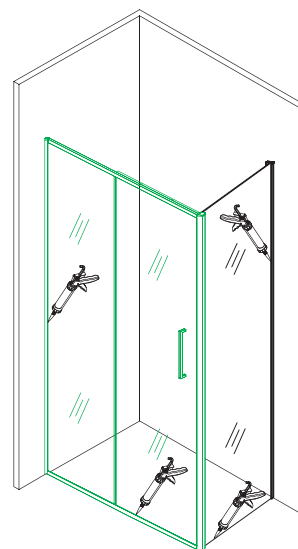

Рис. 17/17-сур.
13. Обработайте санитарным силиконовым герметиком стыки ограждения (рис. 17) Время высыхания 24 часа!